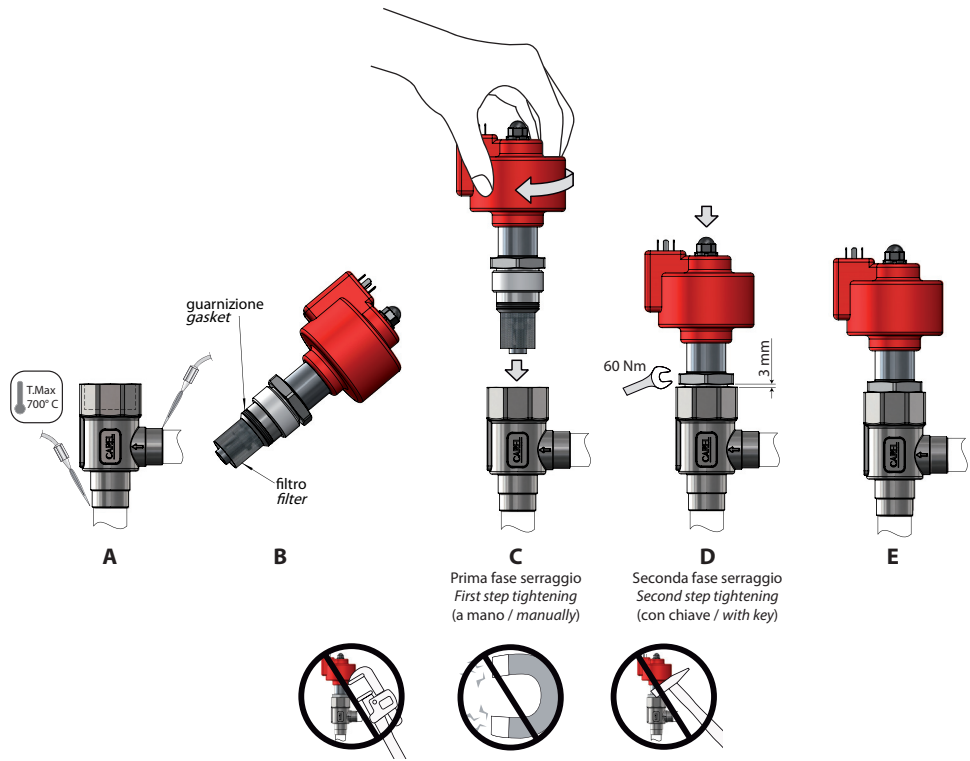

Fig. 2
Seguire la successione indicata in Fig.2 procedendo in questo modo:
4. Verificare che l'o-ring della cartuccia sia presente e posizionato in sede (Fig. 2-B).
5. Verificare che il filtro in rete metallica in dotazione sia inserito sulla cartuccia (Fig. 2-B). In caso contrario, posizionarlo come in figura e portarlo in battuta.
6. Prima fase serraggio (a mano). Avvitare la cartuccia nell'apposito alloggiamento filettato del corpo valvola; eseguire l'operazione manualmente fino a 3 mm dalla completa battuta (Fig. 2.c.). **Attenzione!** Fino a questa altezza, il montaggio manuale deve risultare agevole; in caso contrario, l'otturatore potrebbe non essere inserito correttamente nell'orifizio.
7. Seconda fase serraggio (con chiave). Serrare la cartuccia sul corpo della valvola con una coppia di serraggio suggerita di 60 Nm utilizzando una chiave a forchetta 32 (Fig. 2.d). **Attenzione!** Nel caso in cui l'otturatore non sia inserito correttamente nell'orifizio, il serraggio finale potrebbe danneggiare la cartuccia.
Follow the steps shown in Fig. 2, proceeding as follows:
4. Make sure that the cartridge O-ring is present and in position (Fig. 2-B).
5. Make sure that the metal mesh filter supplied is inserted on the cartridge (Fig. 2-B). Otherwise, position it as shown in the figure, making sure it is fully inserted.
6. First step tightening (by hand). Screw the cartridge in the threaded valve body; do this operation manually up to 3 mm from the assembly (Fig. 2.c). **Attention!** To this height, the manual installation should be easy; otherwise, the shutter may not be properly inserted in the orifice.
7. Second step tightening (with key). Tighten the cartridge on the valve body with a torque of 60 Nm suggested using a wrench 32 (Fig. 2.d). **Attention!** In the case of the shutter is not properly inserted in the orifice, the final tightening may damage the cartridge.